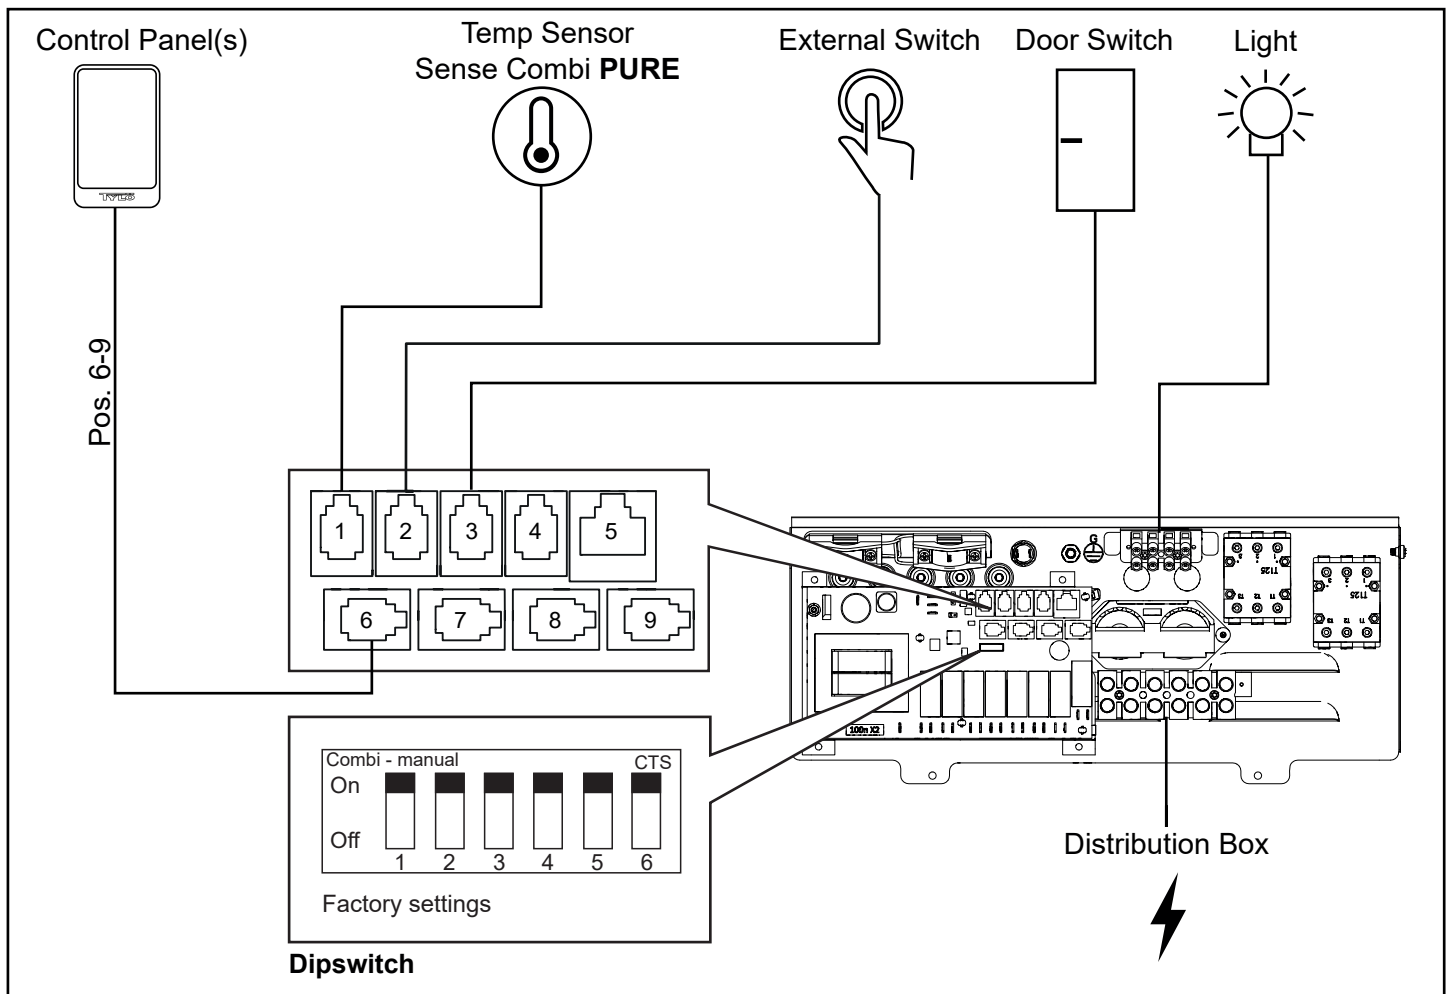

Abb. 20. Schaltplan Sense Combi Pure
6. **Combi Pure:** Verbinden Sie das Sensorkabel mit dem NTC-Kontakt auf der Leiterplatte (Position 1) (siehe Abbildung 20).